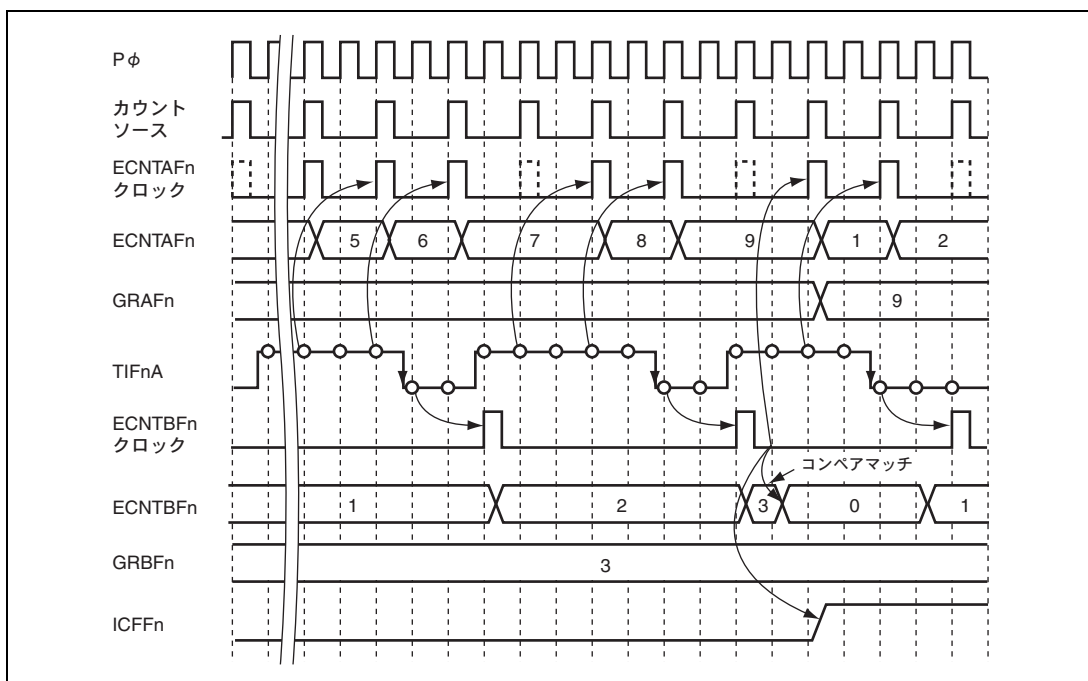

図 12.41 入力ハイレベル期間計測の動作例 (キャプチャ動作時に TIFnA がハイレベル)
- ECNTAFn : クロックバス 0~5 のいずれかをカウントソースとし、TIFnA をイネーブルとしてカウントアップを行います。すなわち、TIFnA にハイレベルが与えられている時間を計測します。ECNTBFn のコンペアマッチの検出後、次のカウントソースクロックに同期してカウント値をクリアします。コンペアマッチによるカウントクリアの際に、TIFnA にハイレベルが与えられていた場合は、カウント値は H'00000100 となります。この例を図 12.41 に示します。